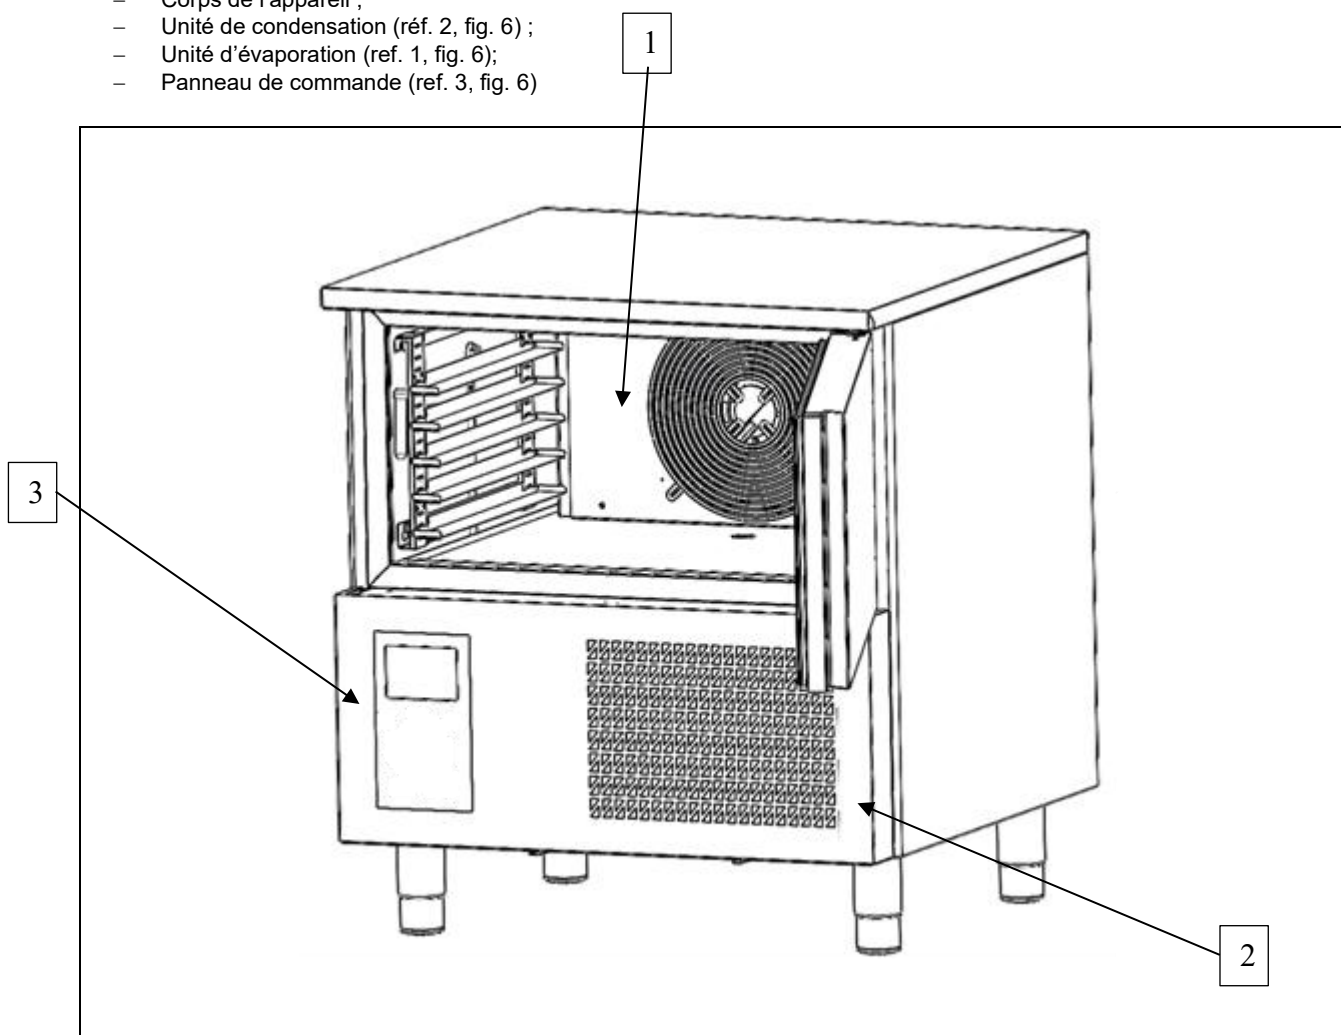

Fig. 6
- Unité de condensation (réf. 2, fig. 6) ;
- Unité d'évaporation (ref. 1, fig. 6) ;
- Panneau de commande (ref. 3, fig. 6)